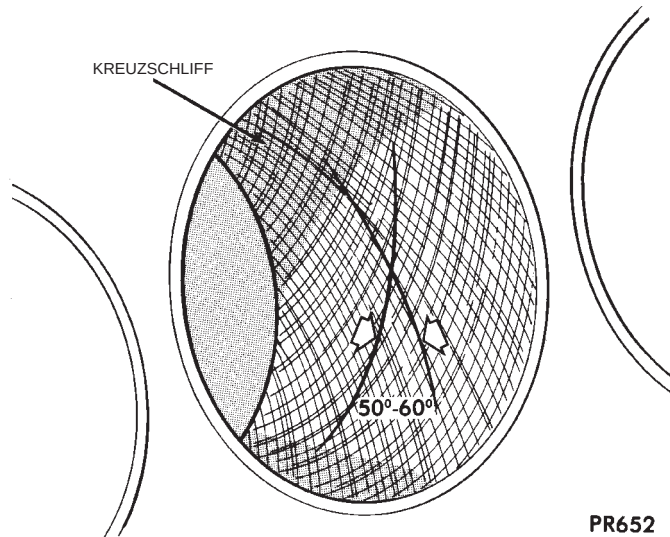

Abb. 2 Kreuzschliff der Zylinderlauffläche
(1) Bei richtigem Gebrauch ist das Spezialwerkzeug C-823 mit Körnung 220 am besten zum Honen der Zylinderlaufläichen geeignet. Es verbessert nicht nur die Oberflächengüte der Laufläichen, sondern auch deren Formgenauigkeit (Reduzierung von Unrundheit, Kegeligkeit) und entfernt darüber hinaus leichte Riefen und Kratzer. Gewöhnlich genügen einige Hubbewegungen, um das gewünschte Schliffbild und Sollmaß zu erhalten.
(2) Der Feinschliff der Zylinderlaufläichen kann erfolgen, wenn die Zylinderbohrung gerade und rund ist. Hierfür Spezialwerkzeug C-3501 mit Honsteinen der Körnung 280 verwenden. Je nach Zustand der Laufläichen reichen 20-60 Hubbewegungen aus, um die gewünschte Oberflächengüte zu erhalten. Leichtes Hohnöl benutzen und Laufläichen nach jeweils 20 Hubbewegungen prüfen. **Kein Motor- oder Getriebeöl, Leichtbenzin oder Petroleum verwenden.**
(3) Die Hubgeschwindigkeit ist so zu wählen, daß ein Kreuzschliff entsteht. Die Bearbeitungsspuren müssen sich in einem Winkel von 50 bis 60 Grad **kreuzen** damit die Kolbenringe richtig sitzen (Abb. 2).
(4) Um den gewünschten Kreuzschliff zu erhalten, muß die Motordrehzahl des Honeräts auf 200 bis 300 U/min eingestellt sein. Die Anzahl der Hubbewegungen wird entsprechend des gewünschten Schnittwinkels von 50 bis 60 Grad eingestellt. Je schneller die Hubbewegung, umso größer der Schnittwinkel.
(5) Nach dem Honen muß der Motorblock von Abrieb gereinigt werden.